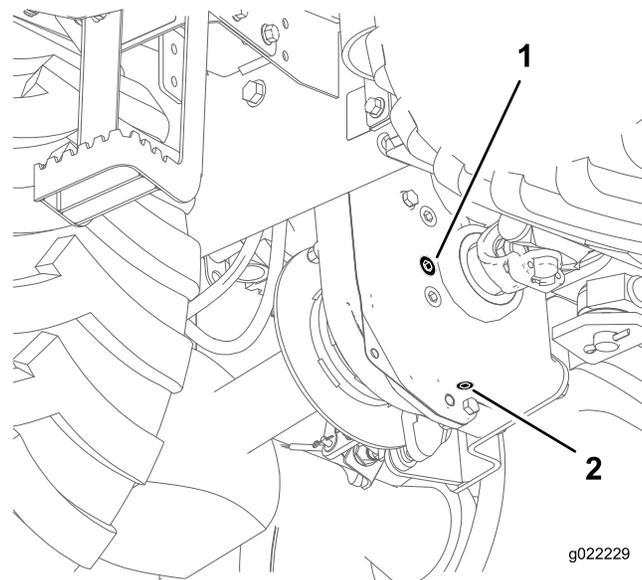

Figure 10
2. Nettoyez la surface autour du bouchon de remplissage avec un solvant de nettoyage (Figure 10).